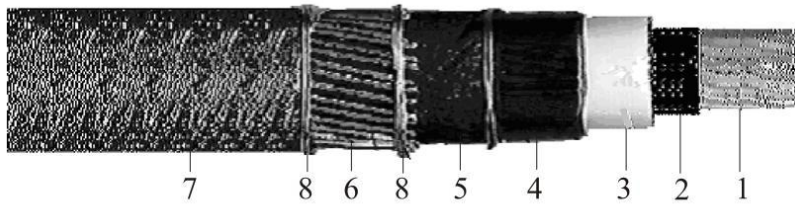

Рис. 6. Общий вид разделанного одножильного СПЭ кабеля.
4. Назовите элемент 2, изображённый на рис. 6